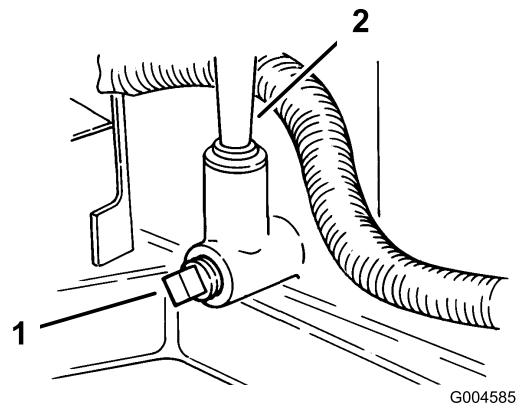

Bild 22
- Stil en dræningsbakke under målepinden/påfyldningshullet, og fjern aftapningsproppen (Bild 22).